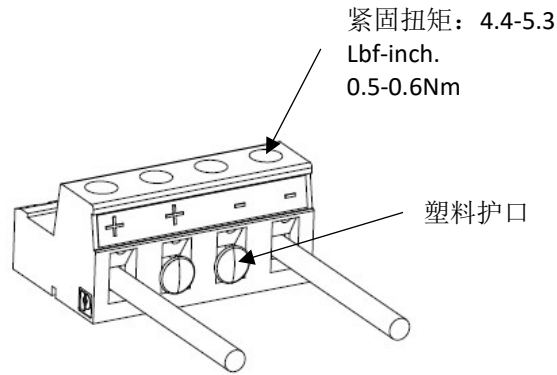

图 4-70: 两线连接到输出插头
3. 如果只有两根导线连接到负载，请将配件套件中提供的塑料护口插入空端子，如图 4-70 所示。